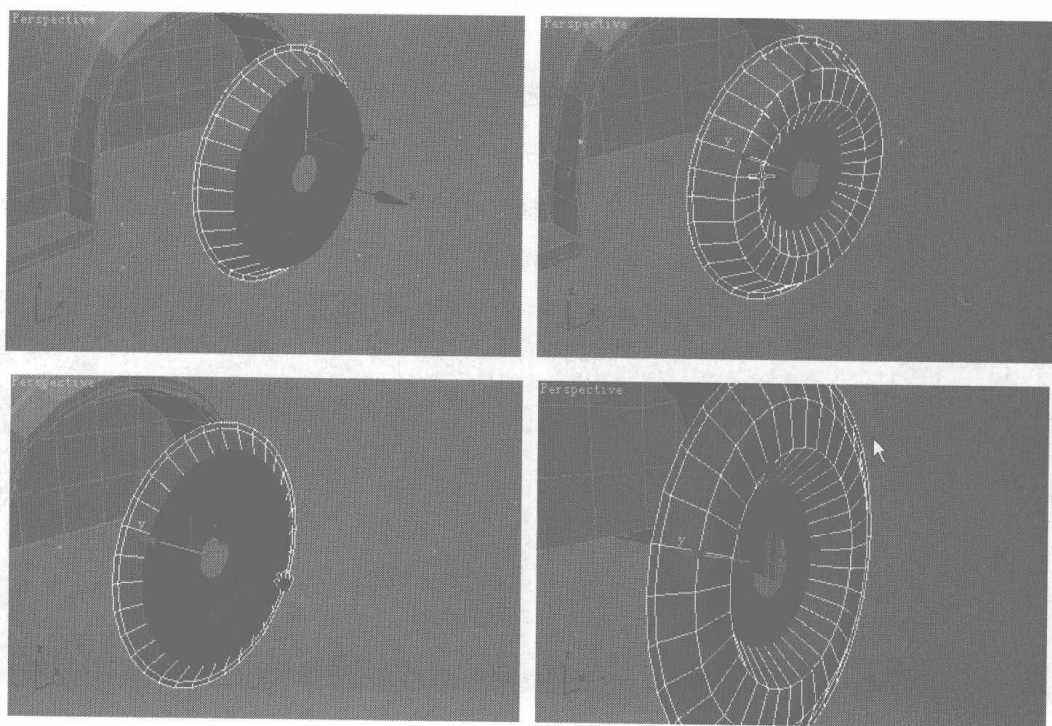

图 7.246
- 16** 按住工具栏中的  按钮不放，在弹出的下拉列表中选择  按钮，以圆形为选择范围。对照图 7.246 所示，调整面片的形状。